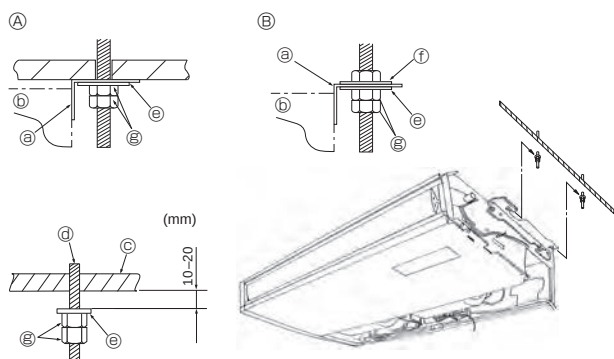

Fig. 3-5
3.3. Встановлення внутрішнього блока (Fig. 3-5)